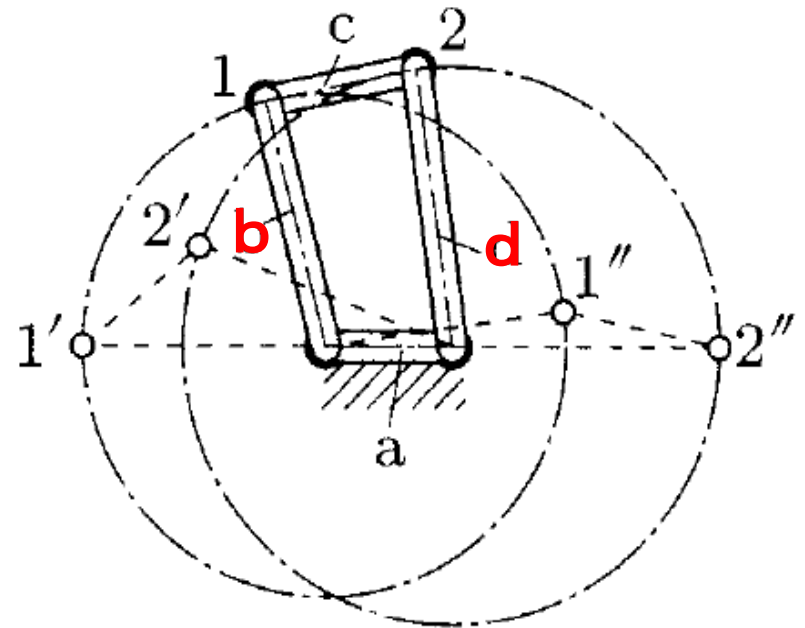

図6 両クランク機構
- 図6は両クランク機構 (double crank mechanism) という。